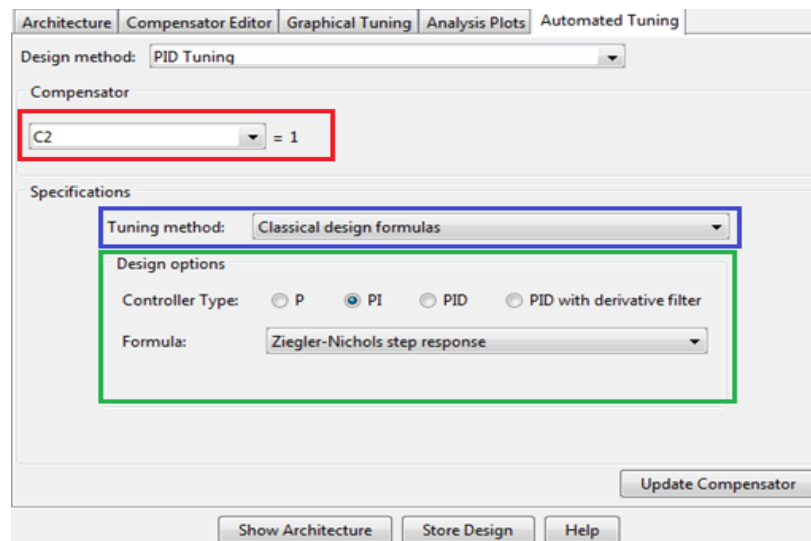

Figura 117. Parámetros usados sintonización automática controlador C2.
- Escoja en el recuadro rojo de la figura 117 la opción C2.
- Escoja en el recuadro Azul de la Figura 117 la opción Classical design fórmulas, para una sintonización con las fórmulas clásicas.
- Elija en el recuadro verde figura 117, un controlador PI como tipo de controlador, y respuesta de Ziegler y Nichols al escalón como fórmula clásica.
- Para sintonizar sólo basta después de elegir los parámetros de sintonización, dar click en Update Compesator recuadro morado Figura 117.